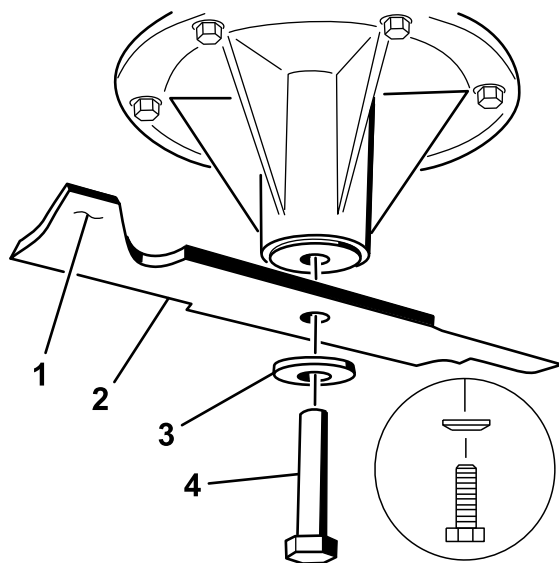

Figura 73
2. Montate la lama sull'asse del fusello (Figura 73).
3. Montate la rondella concava e il bullone della lama (Figura 73).
Nota: Il cono della rondella concava deve essere montato rivolto verso la testa del bullone (Figura 73).